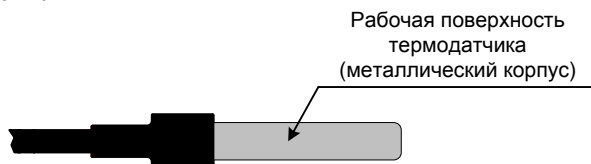

Рис.15 Рабочая поверхность термодатчика
5. Установите термодатчик в месте контроля температуры. При установке необходимо учитывать, что рабочей поверхностью т/д является его металлический корпус (см. рис.15).